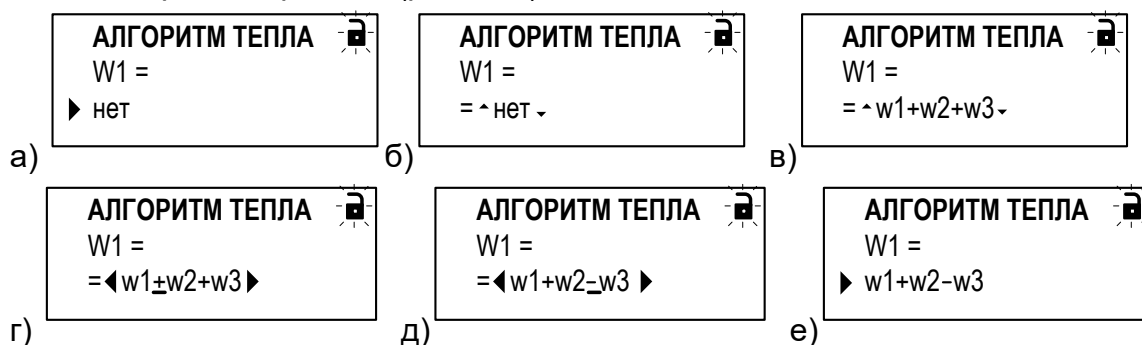

Рис.10. Вид окна индикации при вводе расчетной формулы, расположенной в отдельной строке от обозначения параметра.
ПРИМЕЧАНИЕ. При редактировании знака (сложения или вычитания) в расчетных формулах тепла (рис.10) и массы (окна индикации **АЛГОРИТМ ТЕПЛА** и **АЛГОРИТМ МАССЫ**) мерцание курсора – отсутствует.
▲ и ▼	– при возможности прокрутки многострочных меню вверх и вниз соответственно (рис.4). Не отображаются в окнах индикации АЛГОРИТМ ТЕПЛА (рис.10) и АЛГОРИТМ МАССЫ ;
6.2.6.1. В соответствующем меню кнопками ,  выбрать текущую расчетную формулу, установив курсор  в начале строки с этой формулой либо значением **нет** (рис.10.а), и нажать кнопку . При этом строка заключается в указатели \blacktriangle , \blacktriangledown , а в начале строки (перед указателем \blacktriangle) начинается индикация символа = (рис.10.б).
6.2.6.2. Кнопками ,  выбрать из списка формулу с требуемым набором операндов (рис.10.в).
- при отображении указателей \blacktriangle , \blacktriangledown нажать кнопку . При этом индикация указателей \blacktriangle , \blacktriangledown сменится индикацией угловых скобок \blacktriangleleft , \blacktriangleright , а под первым знаком «плюс» в формуле начнется индикация курсора — (рис.10.г);
- кнопками ,  установить курсор — под редактируемым знаком «плюс» и нажать кнопку  или . Знак «плюс» будет заменен на знак «минус» (рис.10.д).